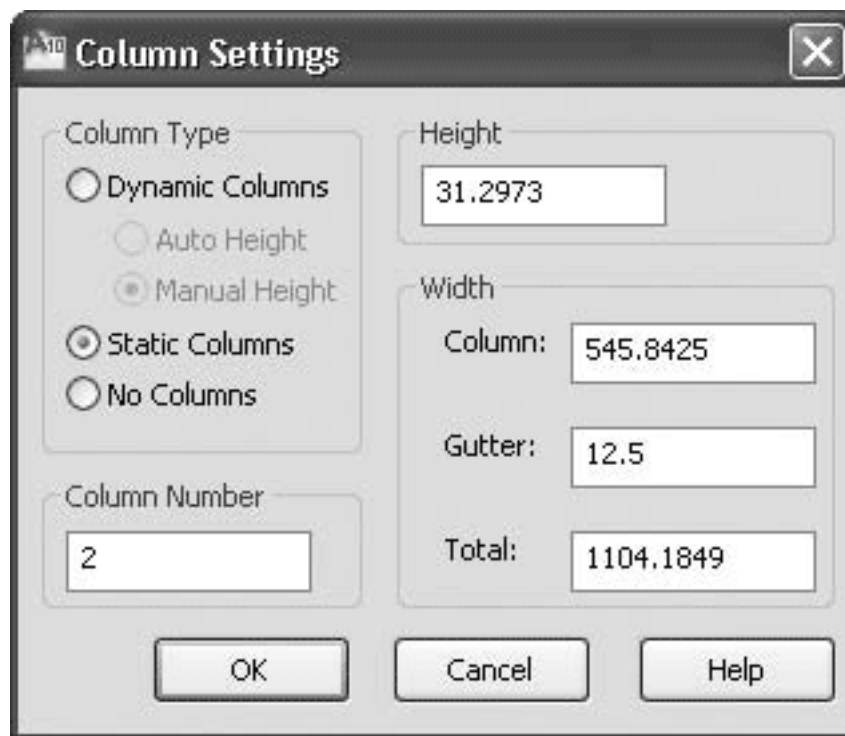

Рис. 4.24. Окно Column Settings (Настройки колонок)
- **Column Settings** (Настройки колонок) – вызывает одноименное диалоговое окно (рис. 4.24). В нем можно задать различные параметры разбиения текста на колонки. В области **Column Type** (Тип колонок) с помощью переключателя можно выбрать требуемый тип колонок. Поля **Column Number** (Количество колонок) и **Height** (Высота) служат для указания количества и высоты колонок. В области **Width** (Ширина) с помощью полей **Column** (Колонка), **Gutter** (Расстояние между колонками) и **Total** (Всего) можно установить ширину колонок, расстояние между ними, а также общую ширину текста. Следует помнить, что при изменении значения одного поля в соответствии с ним автоматически меняются значения в двух других.